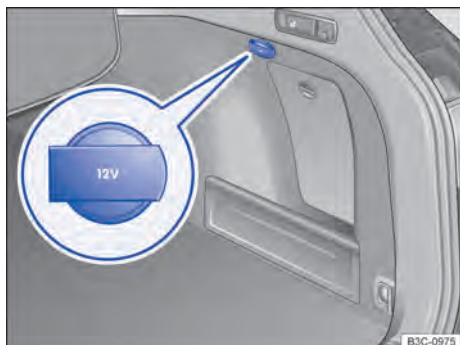

Fig. 154 No compartimento de bagagem : tomada 12 V.
- No compartimento de bagagem \Rightarrow Fig. 154.